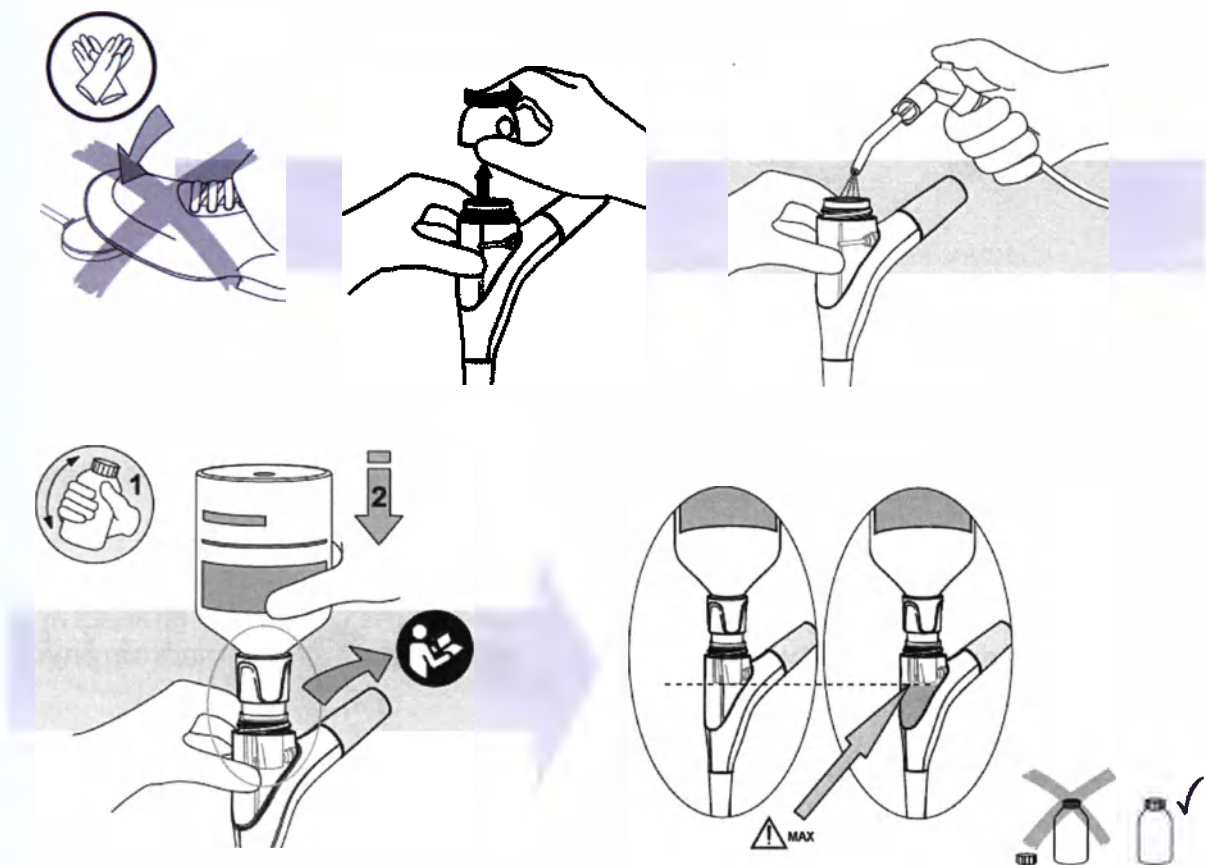

Рис.7
- ⚠ Не превышайте максимальный уровень, указанный на рис.7. Отверстия трубок не должны быть покрыты порошком, иначе трубки могут забиться.